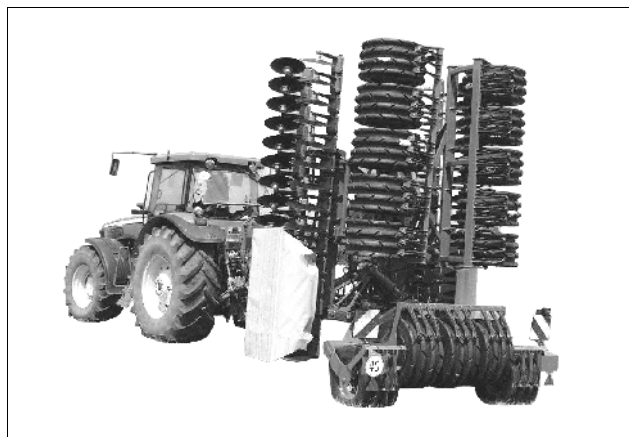

Fig. 26
- **Maskinen i veitransportstilling (vejtransport) (Fig. 26)**